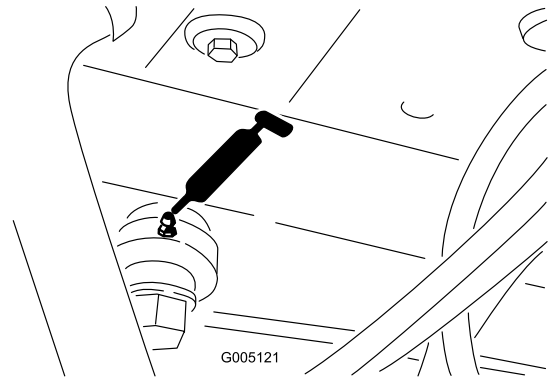

Bild 43
- Ende des Lenkzylinders (Bild 43)